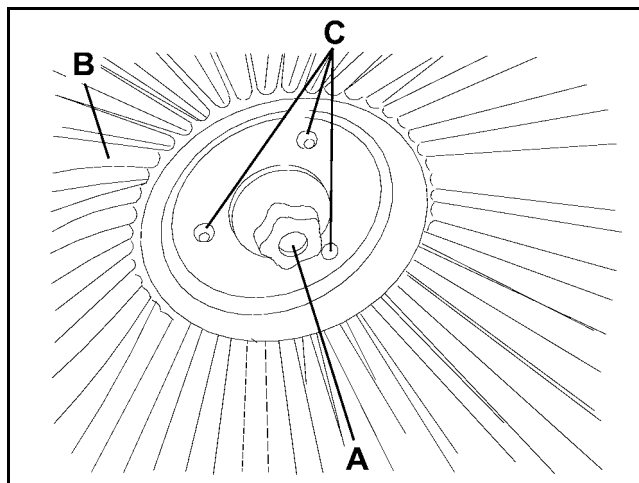

Figure 8
4. Dévisser le pommeau (A, Fig. 8) dans le balai latéral, puis déposer le balai (B) en le dégageant des trois pivots (C).
5. Installer le nouveau balai dans la machine en l'engageant dans les pivots (C), puis visser la poignée (A).